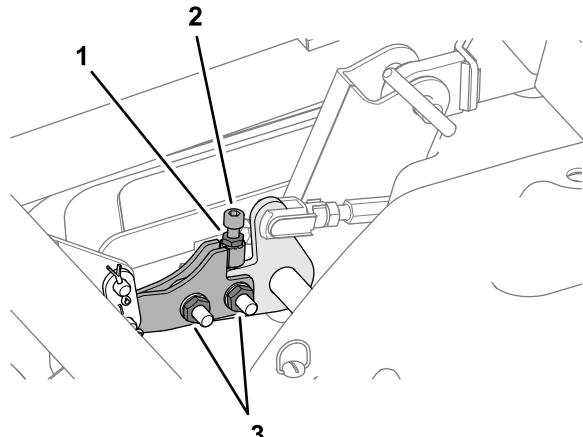

Bild 123
- A. Lösen Sie die zwei Muttern, mit denen der Nivellierungslenker befestigt ist (**Bild 123**).
- B. Lösen Sie die Klemmmutter, mit der die Innensechskantschraube befestigt ist (**Bild 123**).
10. Ziehen Sie die zwei Muttern am Nivellierungslenker und die Klemmmutter für die Innensechskantschraube an (**Bild 123**).
7. Ziehen Sie die Klemmmuttern für die Einsteller für der Mähwerkneigung an (Bild 123).